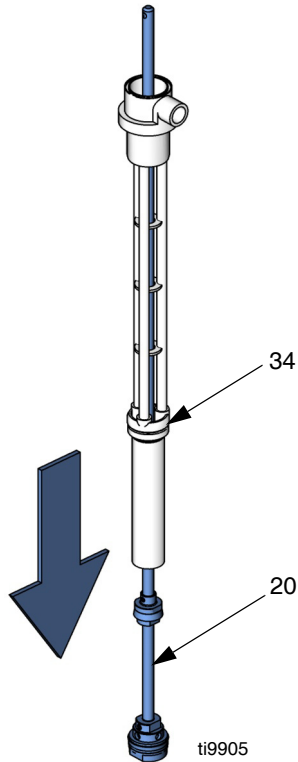

ABB. 19
7. Förderwelle (20) aus dem unteren Teil des Pumpensockels (34) herausziehen. Siehe ABB. 19.